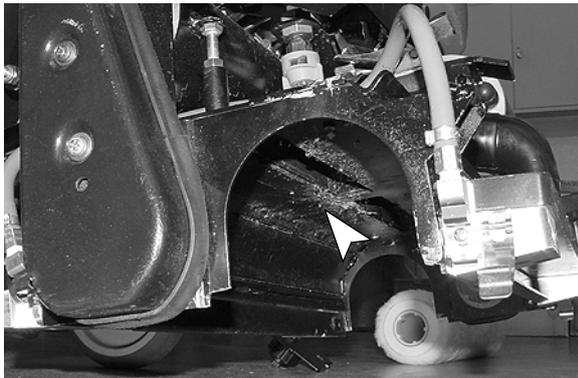

ABB. 33
2. Entfernen Sie den an der Unterseite des Schrubbkopfes angesammelten Schmutz (Abbildung 33).